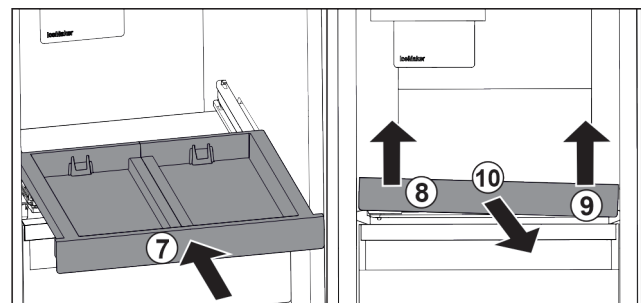

Fig. 98
- ▶ Auszugsbord einschieben. Fig. 98 (7)
- ▶ Auszugsbord vorne links anheben. Fig. 98 (8)
- ▶ Auszugsbord vorne rechts anheben. Fig. 98 (9)
- ▶ Auszugsbord nach vorne entnehmen. Fig. 98 (10)